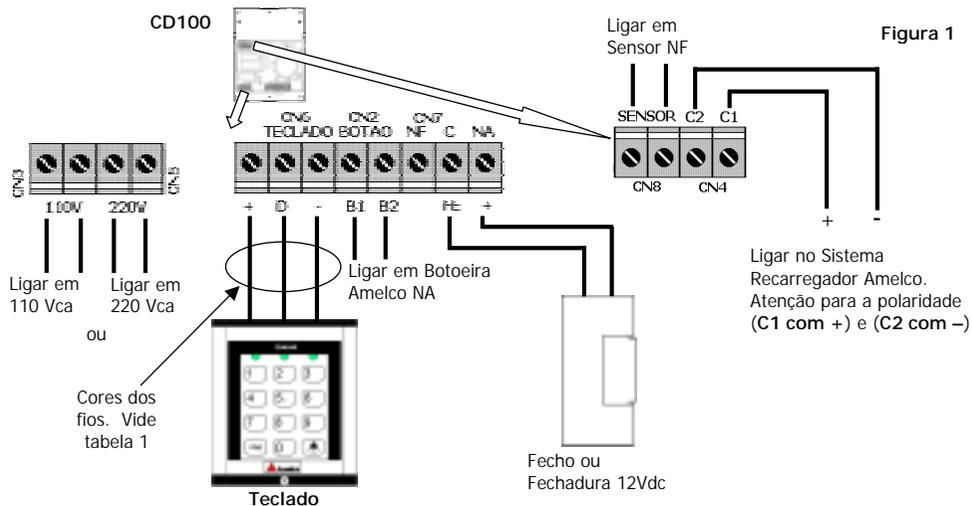
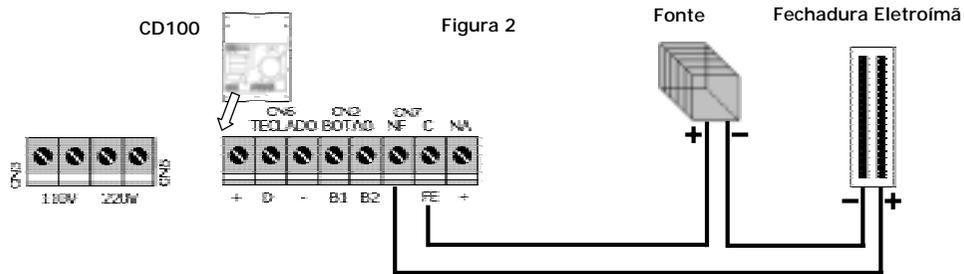

Figura 1
Figura 2
Faça um furo que atravessa a parede para passagem dos 3 fios que interligam as unidades. A maior distância permitida entre o Teclado e o CD100 são 15 metros, utilize fio 3X22 AWG (0,65 mm2). Interligue os fios do Teclado aos terminais (+), (D) e (-) do CD100, vide figura 1 e tabela 1 com a equivalência das cores dos fios de ligação do Teclado. Para distâncias e especificações dos fios para instalação da Fechadura Elétrica, Botão Adicional, Sensor e Sistema Recarregador Amelco, vide tabela 2.
Utilize fios adequados, consulte o manual da fechadura eletroimã e utilize uma fonte com especificação adequada para sua fechadura eletroimã. Interligue o **negativo** da fonte no **negativo** da fechadura, interligue o **positivo** da fonte no terminal **(C)** do CD100, interligue o terminal **(NF)** do CD100 no terminal **positivo** da fechadura. Vide figura 2.
Para as outras ligações, vide figura 1.
Interligar os fios do Teclado em paralelo no CD100. A figura 1 mostra a ligação de um Teclado, para instalação de mais um Teclado, efetuar a ligação em paralelo. Independente da fechadura que será acionada, é necessário configurar para a saída à relé vide item 4.3; é necessário utilizar fonte externa adequada para a fechadura que será acionada; a instalação é equivalente ao diagrama da figura 2, fique atento para a utilização dos contatos do relé, por exemplo: NA e C para fechadura eletromagnética ou NF e C para fechadura eletroimã; programar acionamento pulsante ou retenção vide item 5.4. Portanto, para instalação de dois teclados é necessário utilizar fonte externa compatível com o consumo da fechadura que será acionada.